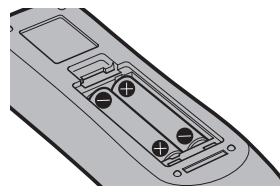

Fig. 2
- 2) Insérez les piles et fermez le couvercle (insérez d'abord le côté ) (Fig. 2)